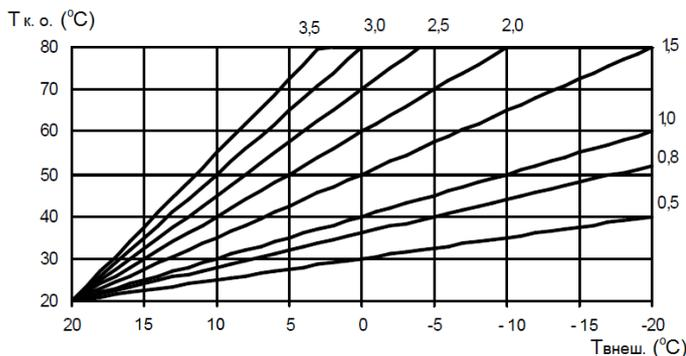

Рис. 3 График зависимости температуры в контуре отопления от внешней температуры при комнатной температуре 20 °С
- с помощью изменения значений коэффициента рассеивания (параметр P20) подобрать наиболее оптимальную температуру теплоносителя в контуре отопления (см. рис. 3)